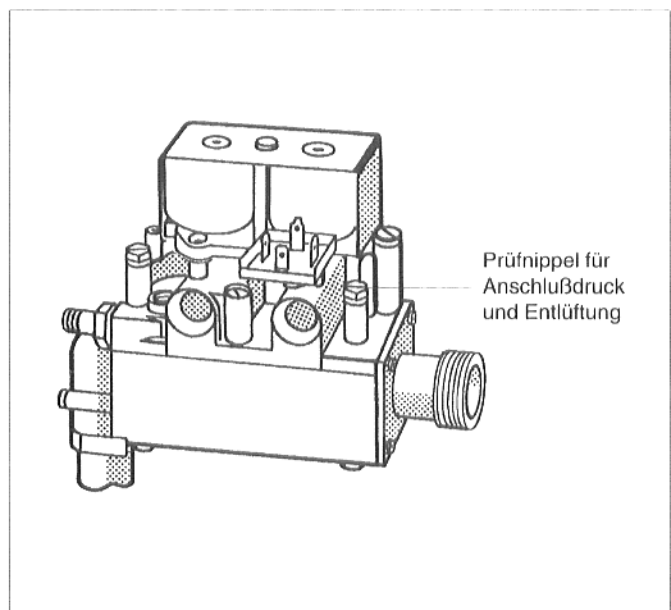

Abb. 20: Gasbrennerarmatur "SIT" 830 Tandem
- Gaszuleitung entlüften: Verschlußschraube des Prüfnippels für Anschlußdruck und Entlüftung an der Gasbrennerarmatur (Abb. 20 bzw. 21) zwei Umdrehungen lösen; bei "SIT" 830 Tandem Verschlußschraube entfernen. Wenn keine Luft mehr vorhanden ist, Verschlußschraube des Prüfnippels wieder schließen.